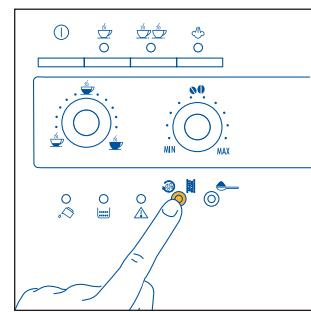

Fig.14
1) Hvis du, med én gang maskinen er tent, ber om en kopp med liten mengde kaffe (mindre enn 60 cc), bruk det varme skyllevannet for å varme koppene (se rådet i avsnitt 4.3, punkt 5). Hvis det derimot er gått mer enn to-tre minutter før du ber om en ny kaffe, må du forvarme trakteren ved å trykke på tasten ☕ (fig. 14). La så vannet renne ned i oppsamlingsskålen under, eller bruk dette vannet for å fylle opp (og tøm